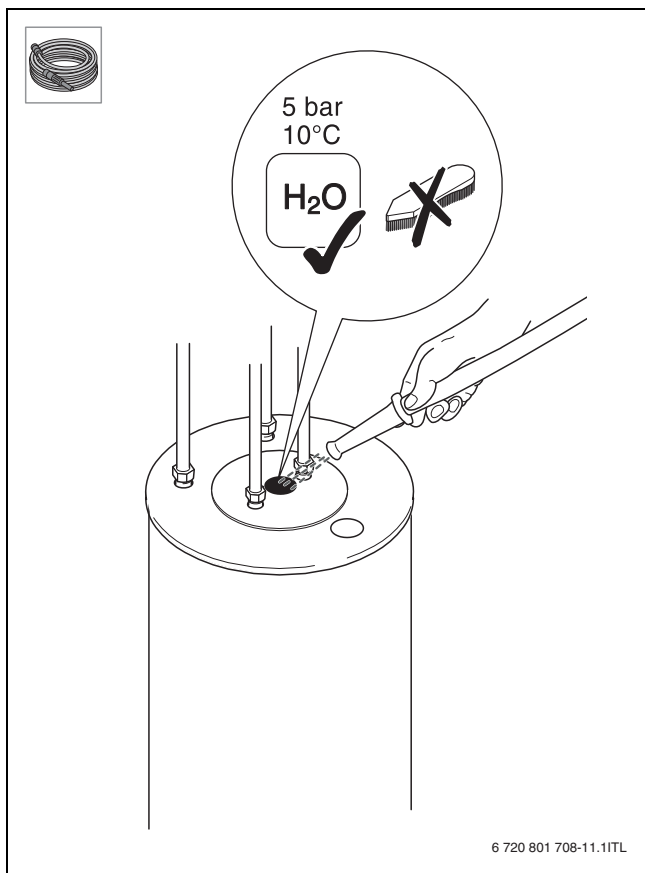

Fig. 15
- ▶ Промойте бак-водонагреватель (→ рис. 15, стр. 54).